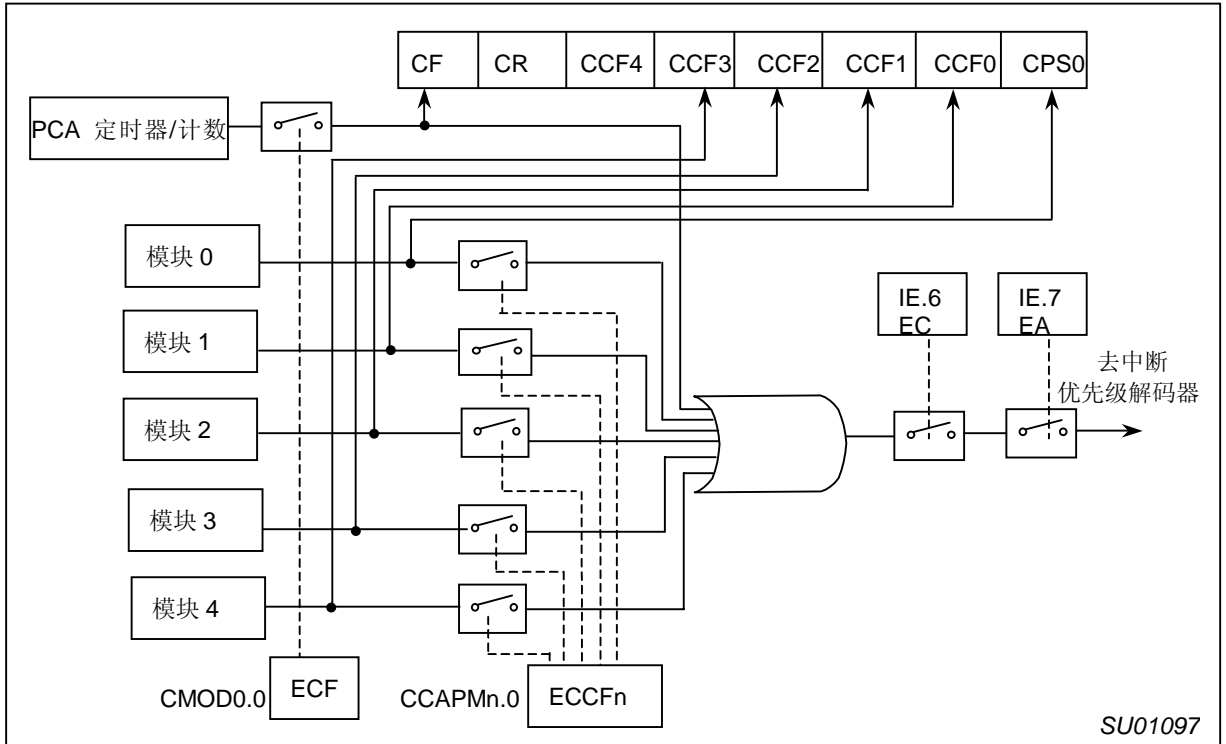

图 17 PCA 中断系统
CCON SFR 包括 PCA 的运行控制位和 PCA 定时器的标志 (CF) 和每个模块 (有关见图 19)。为了运行 PCA, CR 位 (CCON. 6) 必须由软件置位。PCA 被关掉通过清除这位。CF 位被置位当 PCA 计数器溢出和一个中断将产生如果 CMOD 寄存器的 ECF 位被置位, CF 位可被软件清除。CCON 寄存器的位 0 到 4 是模块的标志位 (位 0 用于模块 0, 位 1 用于模块 2, 等等), 由硬件置位当匹配或捕捉发生时。这些标志也由软件清除。PCA 中断系统见图 17。